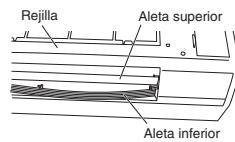

Fig. 3-84
- Quite la aleta inferior desbloqueando los cuatro pasadores de la aleta inferior en orden. (Figs. 3-84 y 3-85) (La aleta es tan flexible que puede quitarse fácilmente.)